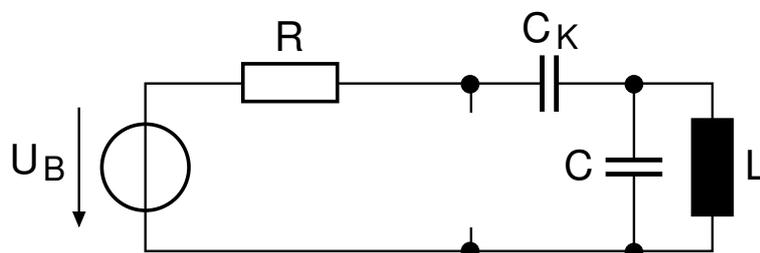

Abbildung 2.1: Abstimmbarer Schwingkreis
- Zeichnen Sie den Varaktor in Abbildung 2.1 ein, so dass er sich für $U_B > 0$ im Sperrbereich befindet!